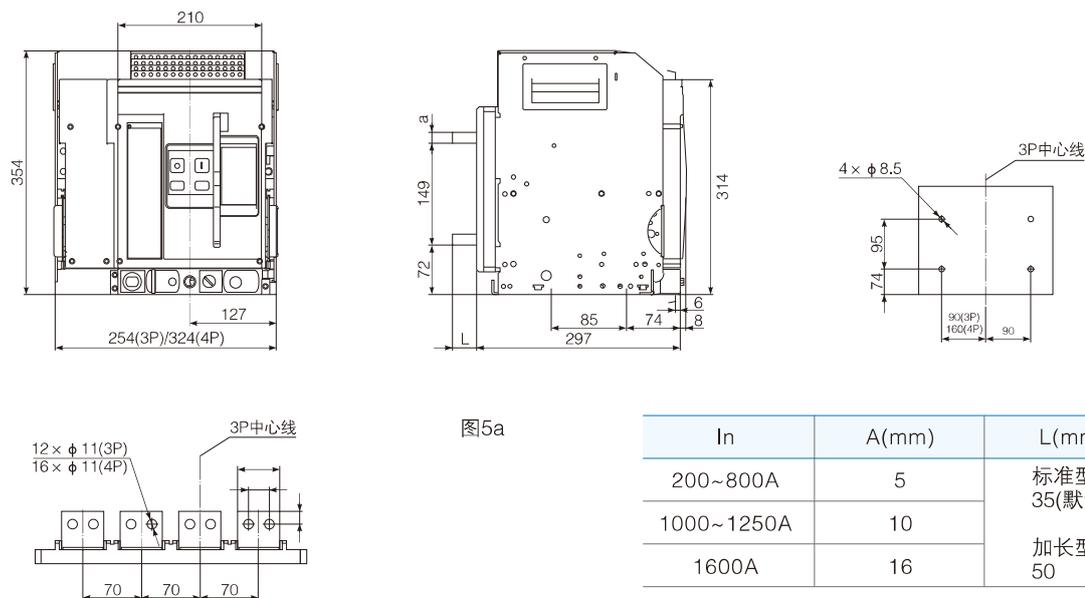

图5a
• CFW45-1600抽屉式断路器安装尺寸、外形尺寸图(见图5a)